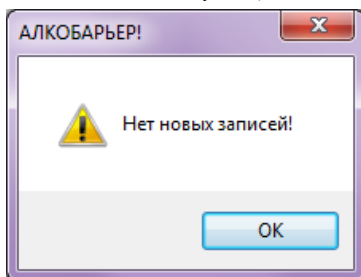

Рисунок 7 – Отсутствие новых записей для загрузки
*Примечание – При отсутствии новых записей в памяти газоанализатора появится соответствующее сообщение (рисунок 7).*